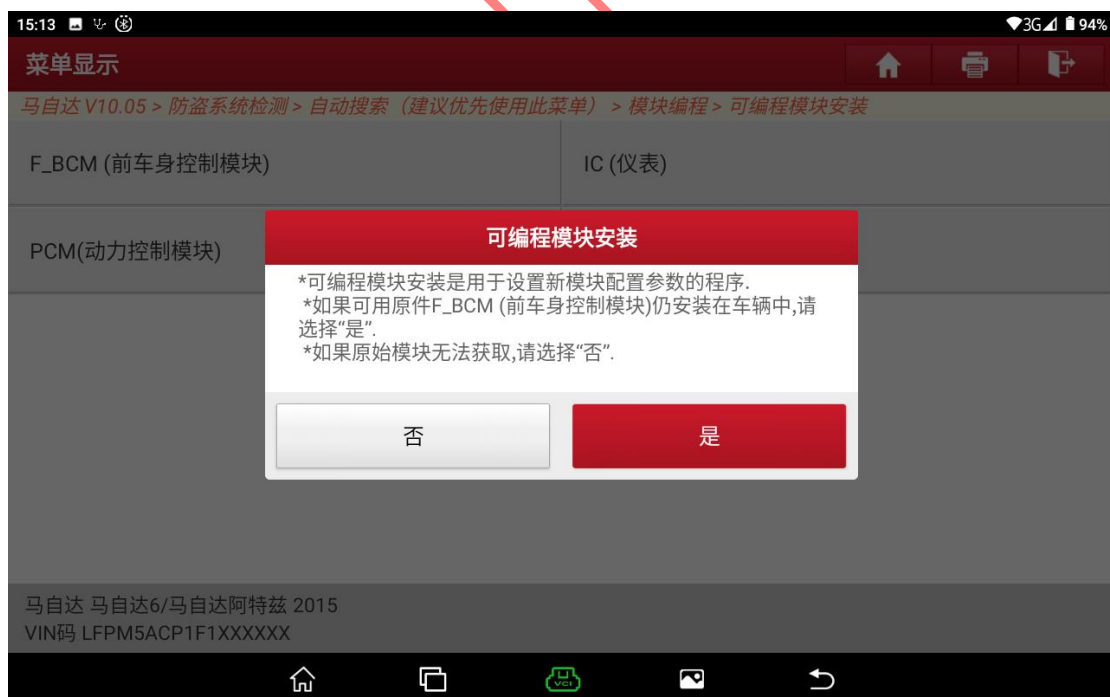

图 B9
6. 提示操作条件，选择“否”进入步骤，选择“是”进入下一步（图 B9）；